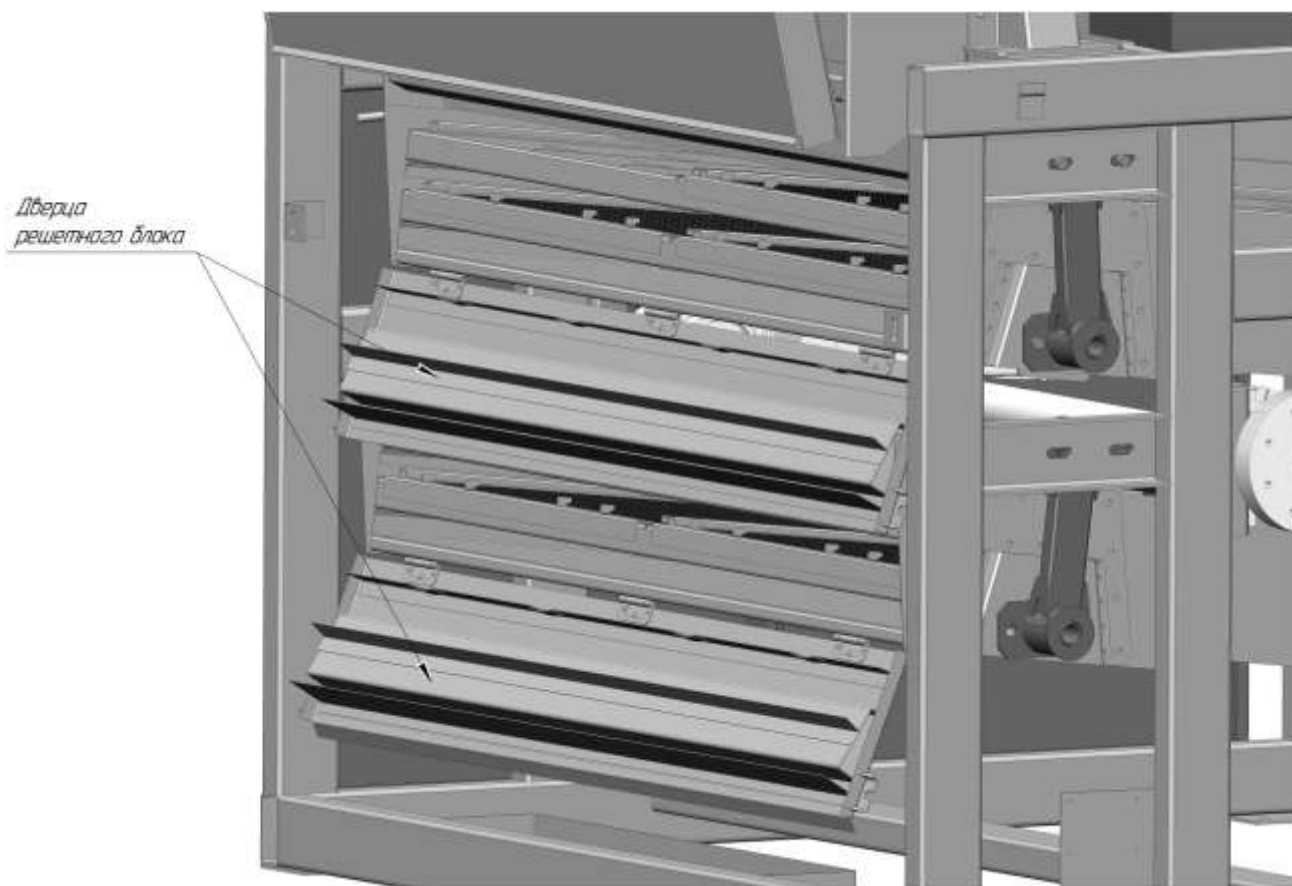

Рис. 5
5. Открыть дверцы решетных блоков, открутив четыре крепежные гайки. (Рис. 5)